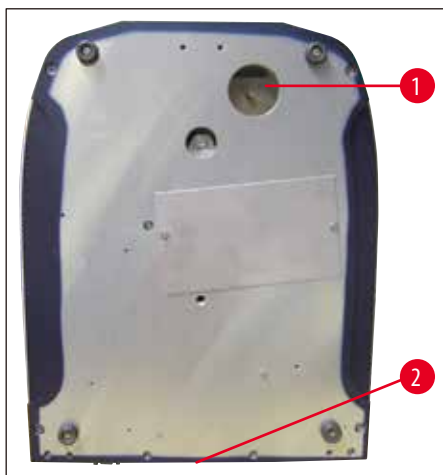

Fig. 7
- Partea inferioară a aparatului (→ Fig. 7).
- Conectați tubul de scurgere (→ Fig. 7) la partea inferioară a aparatului (→ Fig. 7-1).